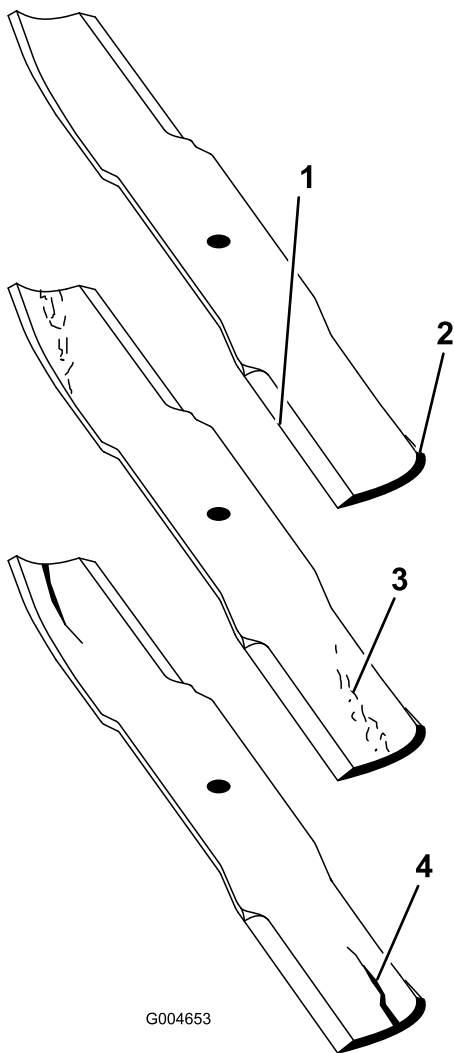

Рисунок 125
2. Осторожно проверьте режущие кромки ножей, особенно в точке соединения плоской и изогнутой частей полотна (Рисунок 125).
Примечание: Проверяйте ножи перед эксплуатацией машины, так как песок и абразивный материал могут стачивать металл между плоской и изогнутой частями ножа. В случае обнаружения износа (Рисунок 125) замените нож.